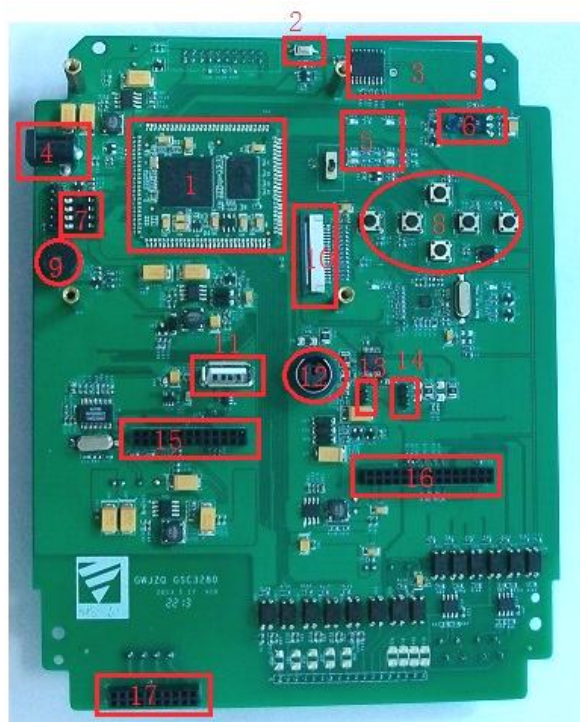

图 2-2 评估板接口示意图(正面)
- 2、串口 0（J2 图 2-2 中接口 14），用于调试；串口 1（J1 图 2-2 中接口 12）
3.1 RESET 按键（图 2-2 中接口 2）
3.2 实时时钟 RTC（图 2-2 中接口 3）
3.3 电源接口（图 2-2 中接口 4）
3.4 LED 指示灯（图 2-2 中接口 5）
3.5 调制红外接口 (图 2-2 中接口 6)
3.6 ESAM 芯片（图 2-2 中接口 7）
3.7 功能按键（图 2-2 中接口 8）
3.8 蜂鸣器 Buzzer（图 2-2 中接口 9）
3.9 LCD 接口（图 2-2 中接口 10）
3.10 USB HOST 接口（图 2-2 中接口 11）
3.11 RS232 接口（图 2-2 中接口 12）
3.12 备用电池接口（图 2-2 中接口 13）
3.13 Debug 接口（图 2-2 中接口 14）
3.14 本地通信模块弱电接口（图 2-2 中接口 15）